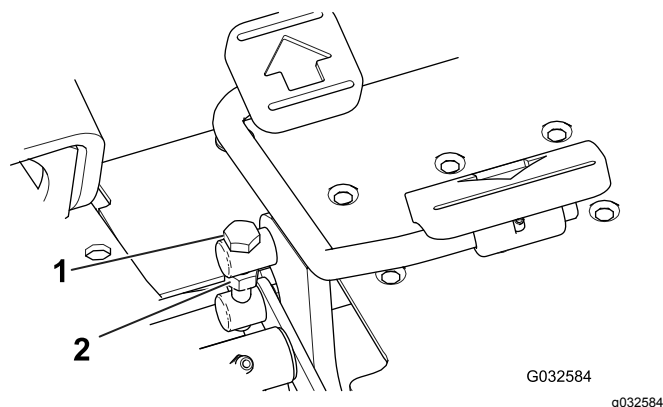

Figura 43
1. Solte a porca de bloqueio no parafuso do eixo no lado do pedal de tração (Figura 43).